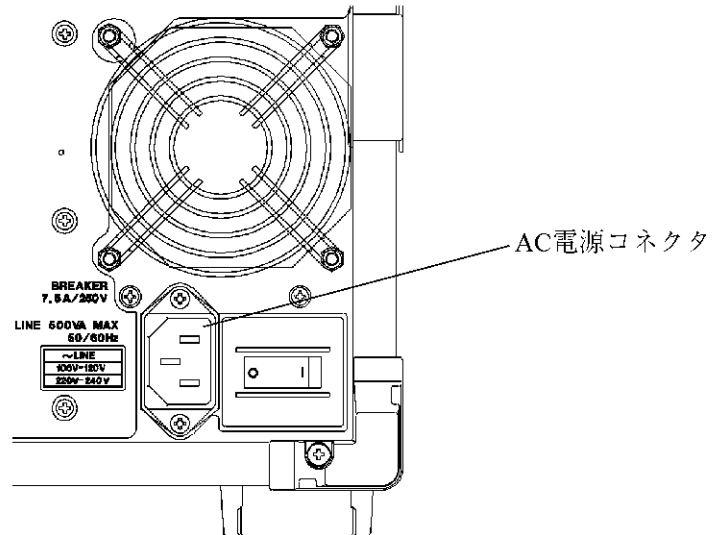

図 3-6 電源ケーブルの接続
2. 本器背面パネルの AC 電源コネクタと、保護接地端子を備えた 3 極電源コンセントを付属の電源ケーブルで接続します (図 3-6 を参照)。